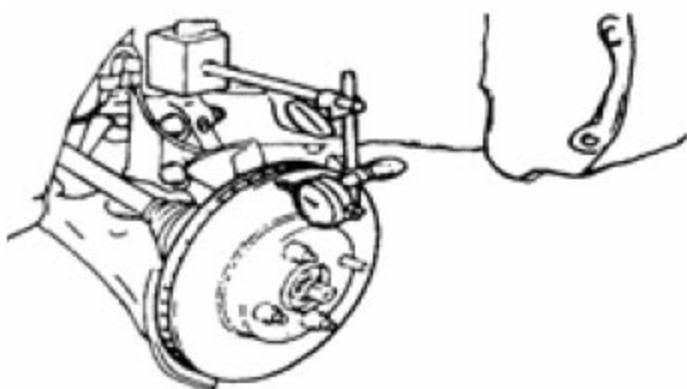

图 3—19
- B). 用百分表，在距制动盘外缘 10mm 处测量制动盘的摆动，如图 3—19 所示。制动盘最大摆动: 0.05mm。